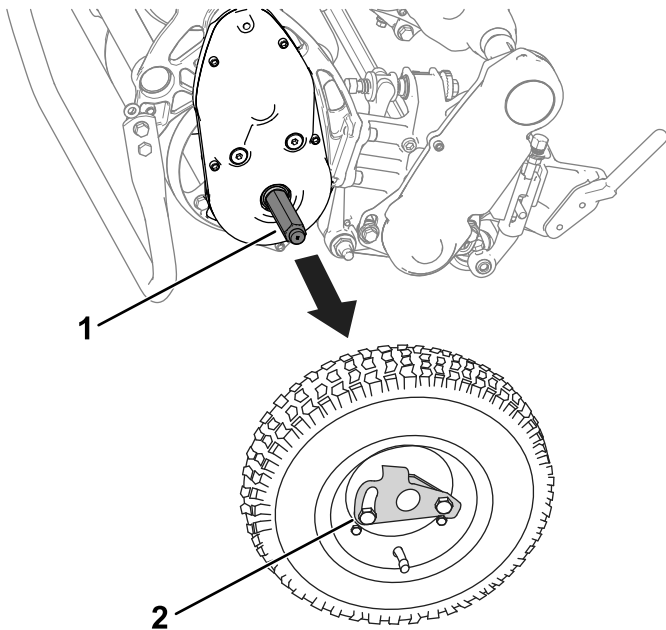

Bild 20
3. Entfernen Sie die Transporträder, indem Sie die Radbefestigungsclips aus den Achsen schieben (Bild 20).